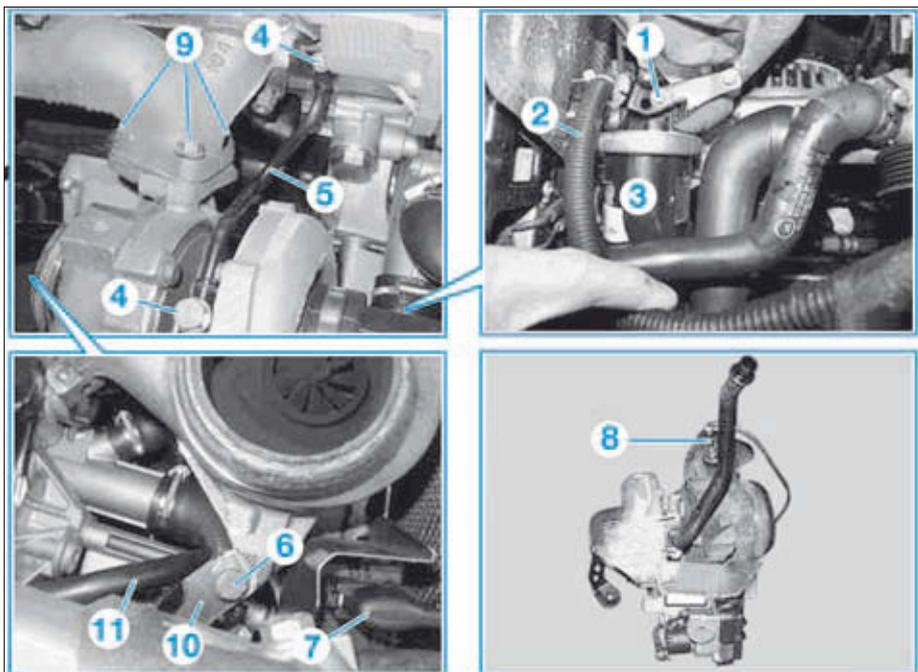

FIG.47
- Déposer la vis (1) (Fig.47).
- Dégrafer le faisceau électrique (2).
- Déposer la durit d'air (3).
- Déposer les vis (4) puis la canalisation d'alimentation en huile de turbocompresseur (5).